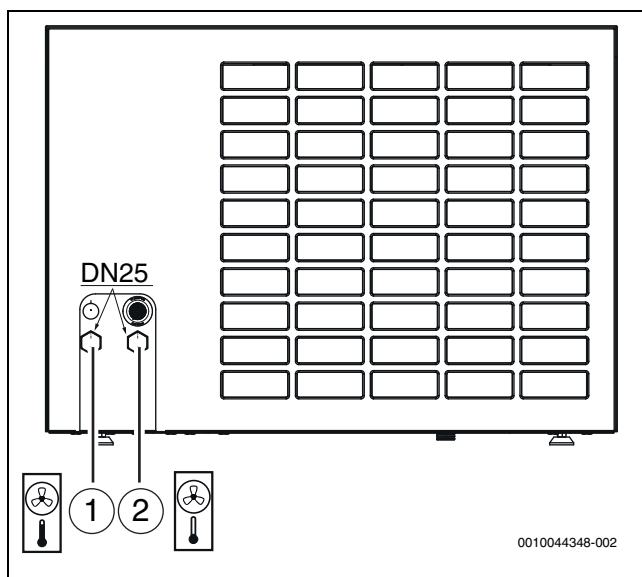

Bild 32 Anschlüsse der Wärmeträgerrohre; Beschreibung gilt für alle Größen
- ▶ Vorlaufleitung zur Inneneinheit an den Wärmeträgerausgang anschließen (→ [1], Abbildung 32).
- ▶ Rücklaufleitung von der Inneneinheit an den Wärmeträgereingang anschließen (→ [2], Abbildung 32).